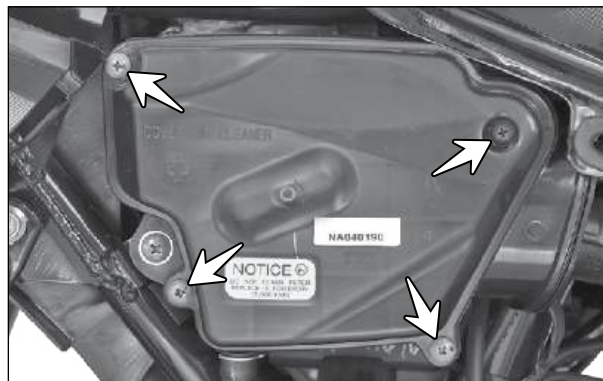

Fig. 2.23
- Remova os parafusos (M5x16) (setas) e remova a tampa do filtro de ar. (Fig. 2.23)